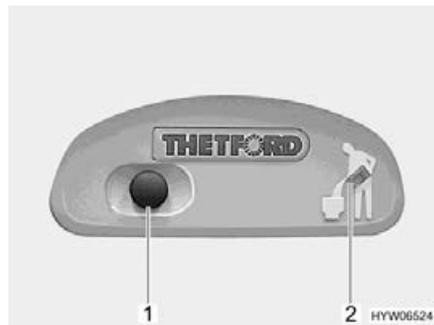
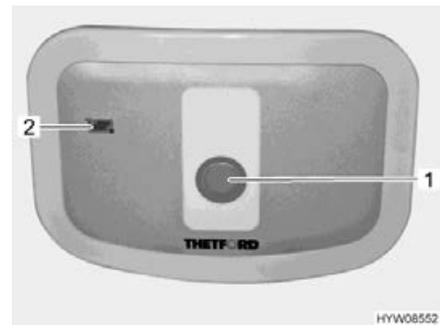

Bild 271 Spülknopf/Kontroll-Leuchte Thetford-Toilette
Bild 272 Spülknopf/Kontroll-Leuchte Thetford-Toilette (Alternative)
- Zum Spülen den blauen Spülknopf (Bild 271,1 bzw. Bild 272,1) drücken.
Die Kontroll-Leuchte (Bild 271,2 bzw. Bild 272,2) leuchtet, wenn der Fäkalientank entleert werden muss.